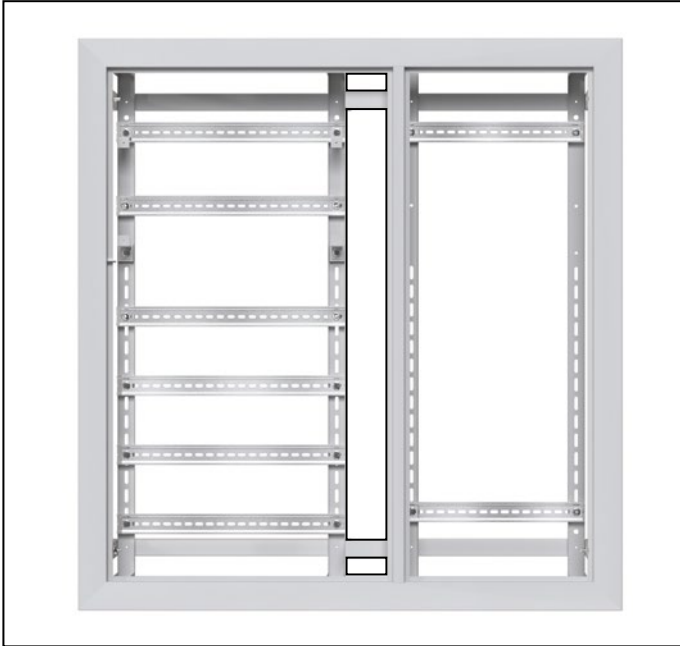

Рис. 25
- 4.1. Фазные кабели подключать в месте прокладки магистральных кабелей (рис. 25) через ответвительные сжимы «орех» (приобретается отдельно) к модульному оборудованию.